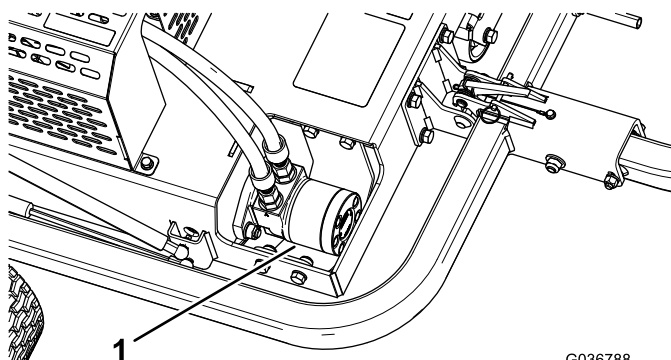

Figure 41
3. Nettoyez la surface autour du moteur hydraulique (Figure 41).